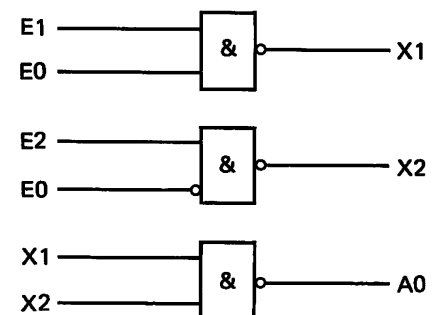

Bild F 29.2
a) Den aufgelösten Funktionsplan für die Informationsweiche zeigt das Bild F 29.2.